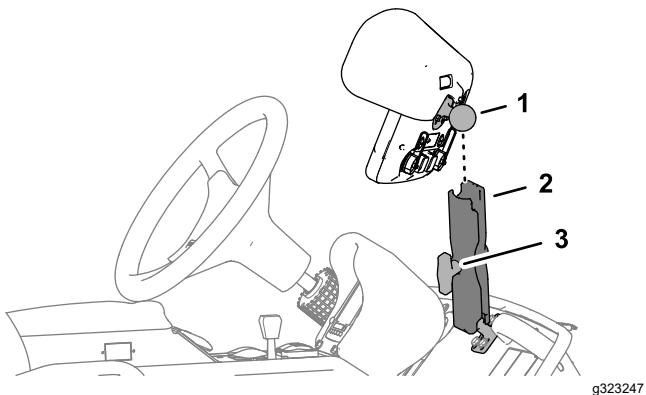

Figura 13
- Afloje el pomo del brazo del monitor hasta que pueda colocar el pivote de bola de la parte trasera del monitor de fumigación en el brazo del monitor (Figura 13).
- Desde el asiento del conductor (asiento izquierdo), ajuste la posición del monitor de fumigación para tener una visión clara de la pantalla (Figura 13).
- Apriete a mano el pomo del brazo del monitor (Figura 13).